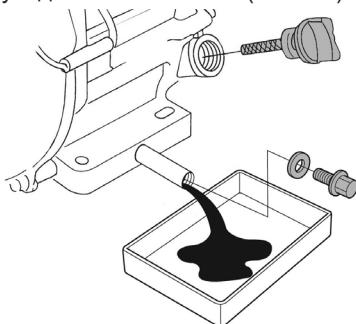

Рис. 37 Замена масла в двигателе
(1) Техническое обслуживание должно осуществляться более часто, при работе в пыльных условиях.
(2) Данный вид работ необходимо выполнять в авторизованном сервисном центре.
6. Удерживая одним ключом трубку-удлинитель от проворачивания открутите пробку для слива масла и спейте отработанное масло в подготовленную для этого емкость (Рис. 37).